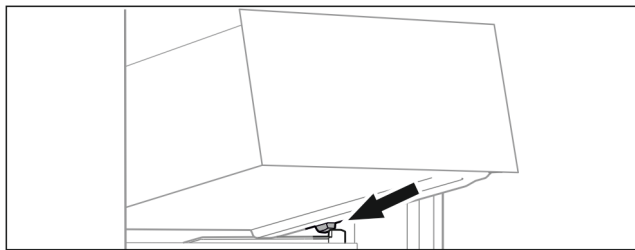

Fig. 22
- ▶ Поставете чекмеджето под ъгъл зад ограничителите върху реброто на съда Fig. 22 ().